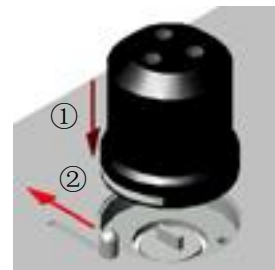

图 5-2
然后将换向阀如图 5-2 所示，按①→②的步骤安装在仪器上。
- 4) 执行完图 5-2 上的第②步之后要将固定滑块扳手拧紧；